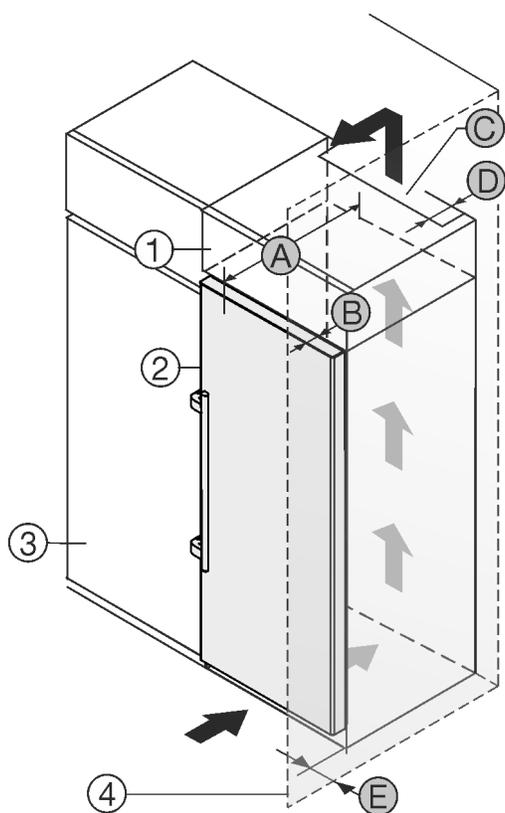

Fig. 1
Une sortie d'air avec la profondeur Fig. 1 (D) doit être présente au dos de la rehausse sur toute sa largeur.
La section de ventilation Fig. 1 (C) sous plafond doit être respectée.
Si le réfrigérateur est installé avec les charnières près d'une paroi Fig. 1 (4), la distance entre le réfrigérateur et la paroi doit être d'au moins 57 mm (2 1/4 in). Cela correspond au dépassement de la poignée lorsque la porte est ouverte.
Pour pouvoir ouvrir complètement les portes, le réfrigérateur doit dépasser de la profondeur de la porte Fig. 1 (B) par rapport à la façade du placard. L'appareil peut déborder encore plus en fonction de la profondeur des placards Fig. 1 (3) et de l'utilisation de cales d'épaisseur.